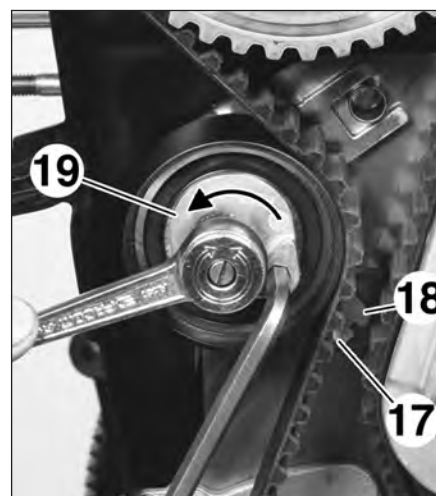

FIG.12
- Placer l'index (17) sur le repère (18) (tension maximale) en tournant le galet tendeur (19) dans le sens antihoraire (Fig.12) et serrer la vis du galet tendeur.